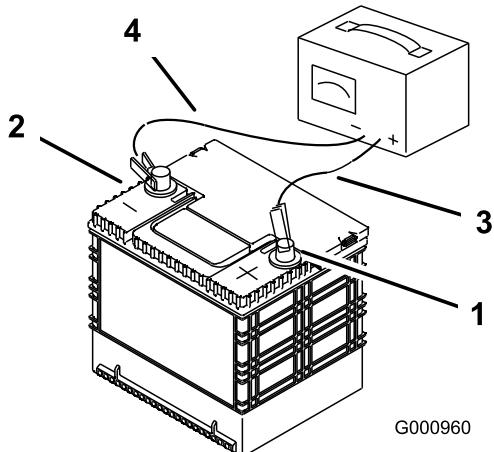

Figura 60
2. Quando la batteria è completamente carica, staccate il caricabatterie dalla presa elettrica e scolate i cavi di ricarica dai poli della batteria (Figura 60).